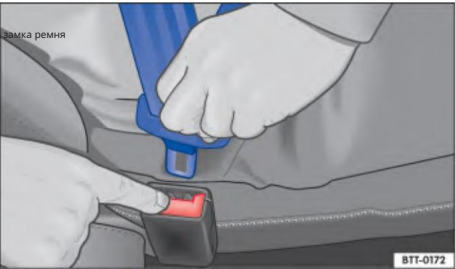

Рисунок 33. Высвободите язычок из пряжки ремня безопасности.
– Нажмите и удерживайте красную кнопку на замке Рис. 33, язычок ремня безопасности автоматически выйдет из замка. – Чтобы легко снять